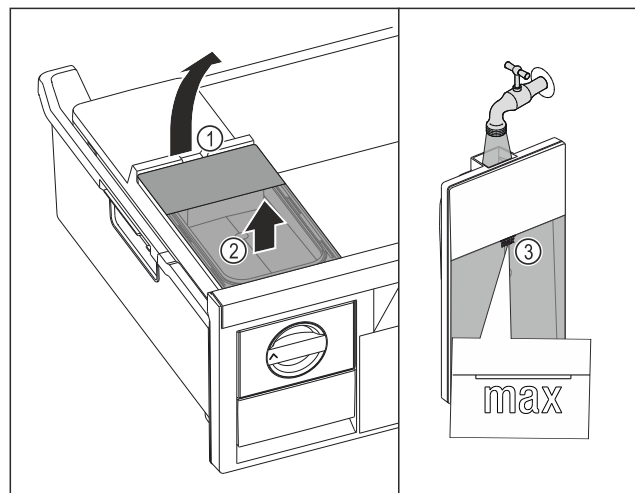

Fig. 126
- ▶ Watertank aan de uitsparing Fig. 126 (1) optillen.
- ▶ Watertank naar boven toe verwijderen. Fig. 126 (2)
- ▶ Watertank tot de markering Fig. 126 (3) vullen met drinkwater.